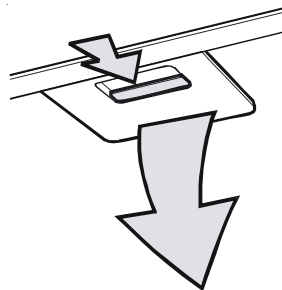

Рис. 3
- Сначала надавите на ручку металлического жирового фильтра в направлении задней стенки электроприбора, затем вытяните сам фильтр вниз. **Рис. 3.**